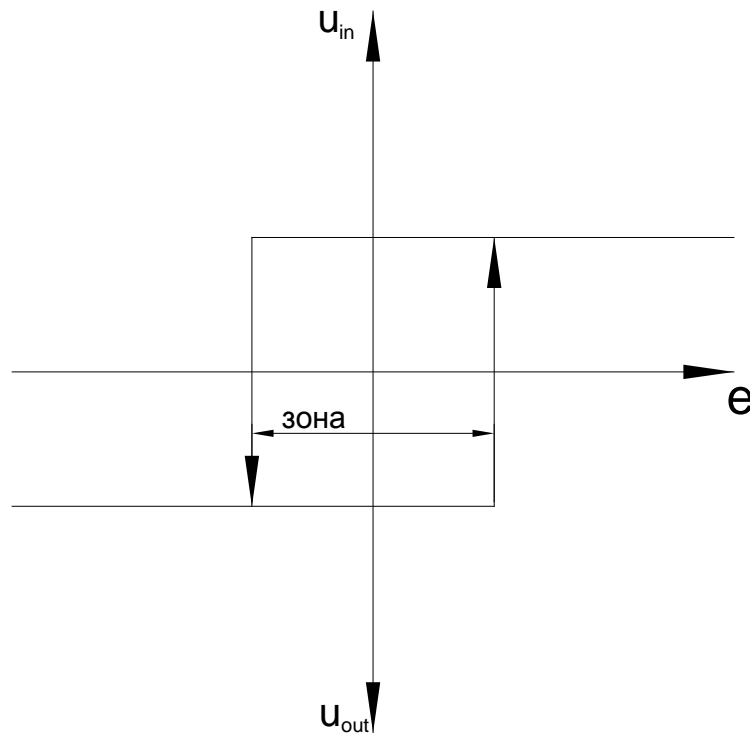

Рисунок 1.7 График работы двухпозиционного регулятора с зоной нечувствительности
2) используя язык программирования Trace Mode - Техно ST создать двухпозиционный регулятор с зоной нечувствительности рис. 1.7: